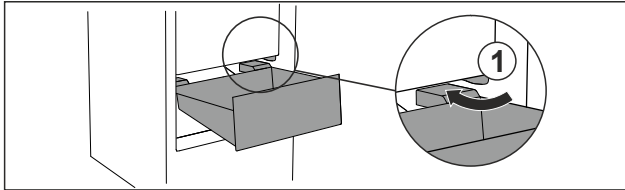

Fig. 73
- ▶ Прокарайте чекмеджето под ъгъл около ограничителите Fig. 73 (1).